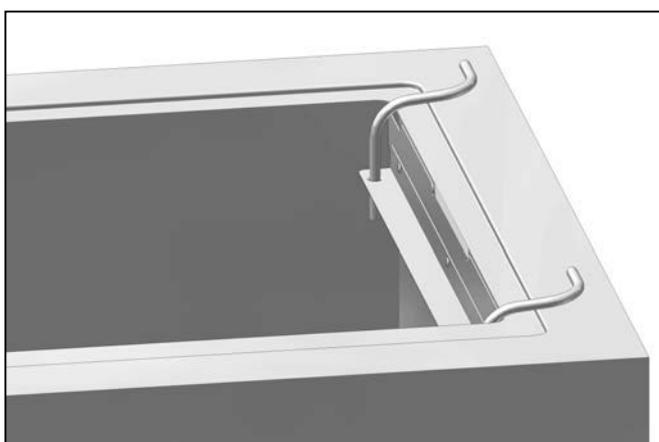

Fig. 10 Fixation de la barrette à tubes sur la cuve du bain
2. Visser la barrette à tubes C sur la barrette intermédiaire à l'aide des 3 vis C2 fournies (Fig. 10).